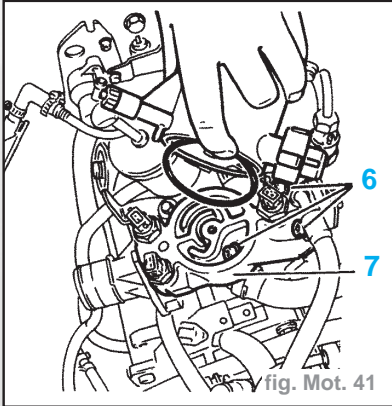

fig. Mot. 41
- Déposer (fig. Mot. 41) :
- les vis (6),
- le boîtier de sortie d'eau (7).